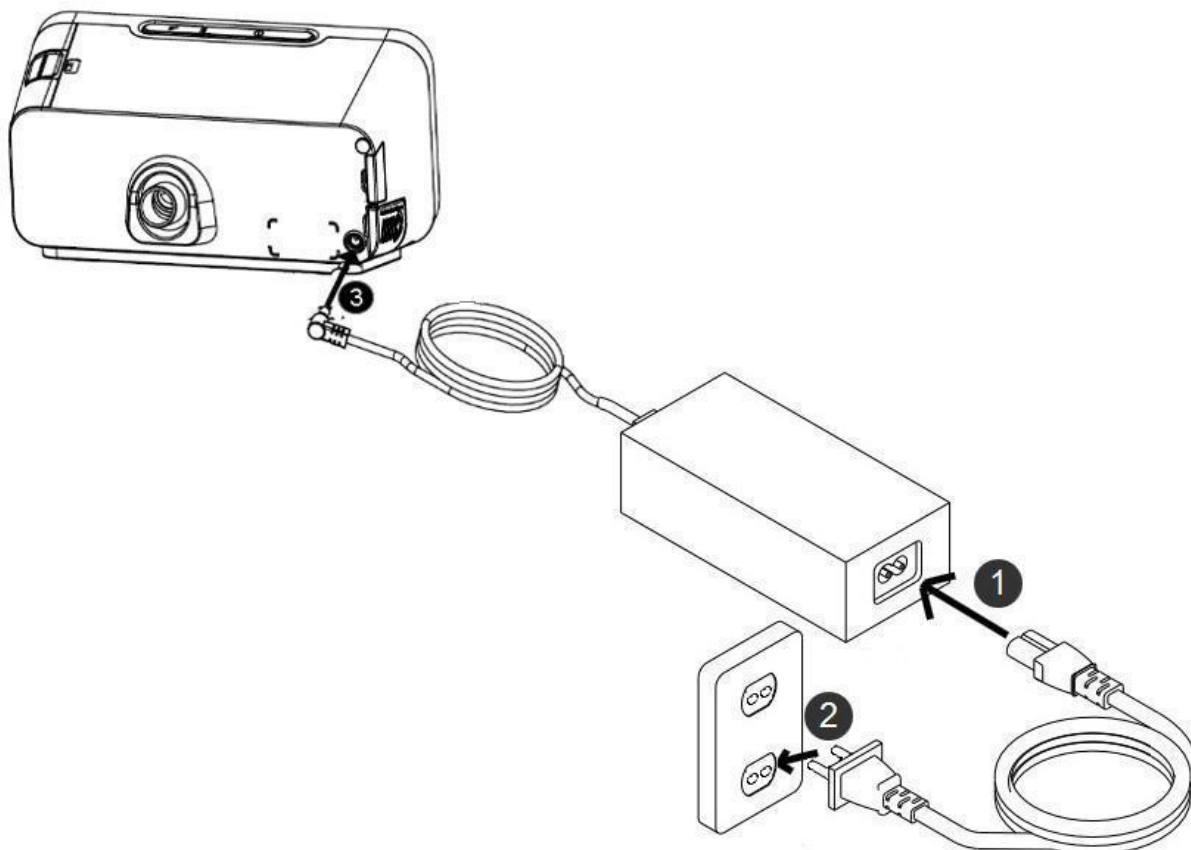

Рисунок 18 – Подключение шнура питания
1. Вставить разъем 1 шнура питания (рисунок 18) переменного тока (входит в комплект поставки) в блок питания (входит в комплект поставки).
2. Подключить вилку 2 шнура питания (рисунок 18) переменного тока к источнику переменного тока 100 – 240 В частотой (50±1) Гц.
3. Вставить разъем 3 шнура блока питания (рисунок 18) во вход на задней стороне аппарата.